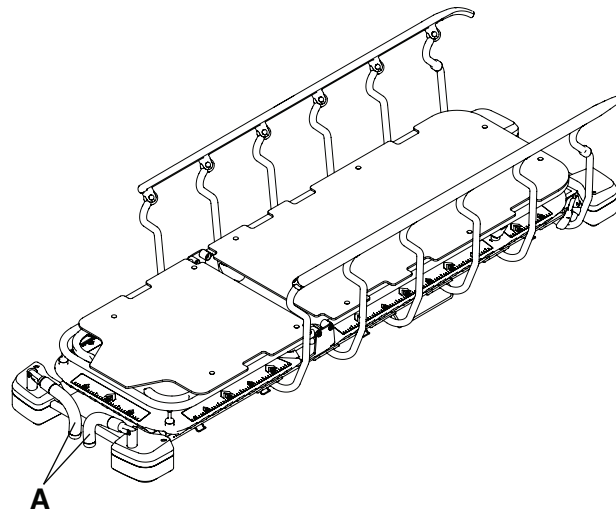

Figura 7 – Ripiegamento delle maniglie di spinta del lato testa
4. Eseguire queste operazioni in senso inverso per ripiegare le maniglie di spinta del lato testa (A) (Figura 7).